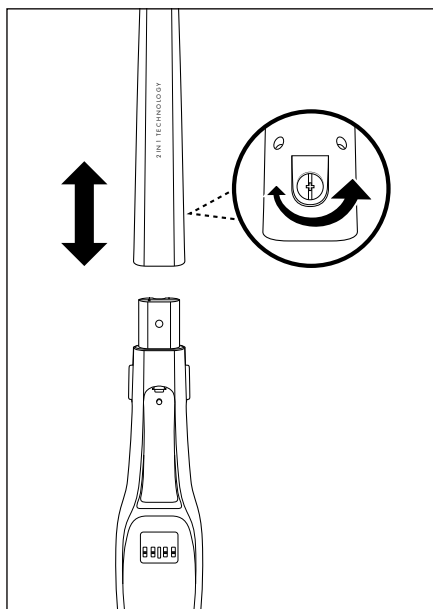

Fig. 1
- 2) Applicare il manico **10** al supporto manico dell'apparecchio. Spingere completamente il manico **10** sul supporto finché non si innesta saldamente nell'apparecchio. (fig. 1).
- 3) Reinserrire la vite **11** nell'apertura per vite del lato posteriore del manico **10**. Stringere la vite **11** in senso orario con un cacciavite (fig. 1).